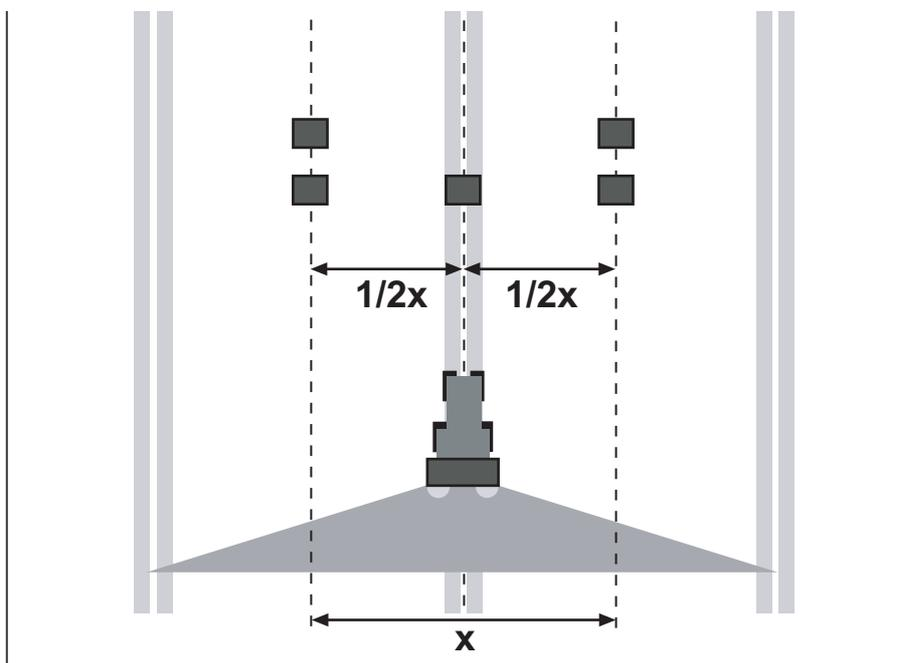

図 7.16: 1回走行の配置
- 図のように2つのトレイをオーバーラップゾーン（行路の間）に一行に置き（1 m 間隔）、1つを進路に配置します（図7.16を参照）。